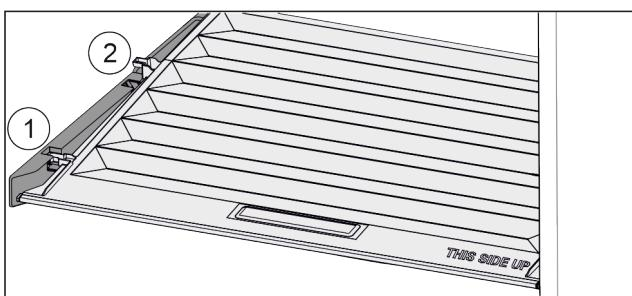

Fig. 45
- Потянуть крышку до отверстия в поддерживающих деталях вперед Fig. 45 (1).
- Поднять сзади снизу и извлечь Fig. 45 (2) движением верх.